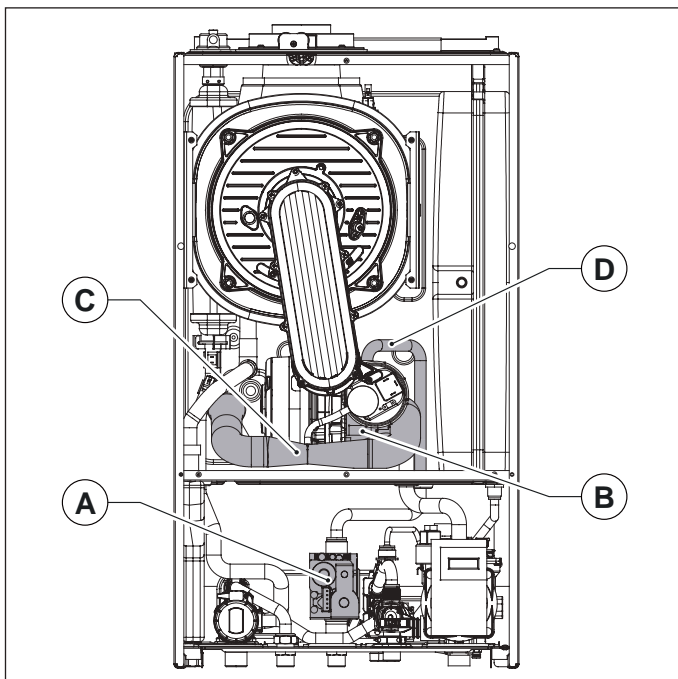

Fig. 41 Silenciador de aspiración
- Quitar la cámara de aspiración, teniendo cuidado de desatornillar primero el tornillo que la fija al mezclador (ver Fig. 41 Silenciador de aspiración).
- Desconectar el tubo de gas del mezclador (ver Fig. 41 Silenciador de aspiración).